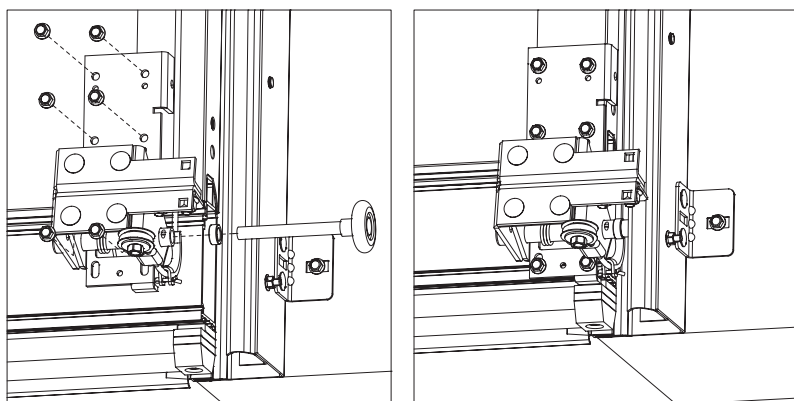

Рис. 27.5
- установить на оси ходовых роликов дистанционные кольца для предотвращения бокового смещения полотна ворот (рис.27.5). Дистанционные кольца подбираются таким образом,
- установить ходовые ролики в проушины нижних кронштейнов, завести ролики в вертикальные направляющие, закрепить каждый кронштейн к панели при помощи шести самонарезающих винтов 6,3×16 (рис.27.5).